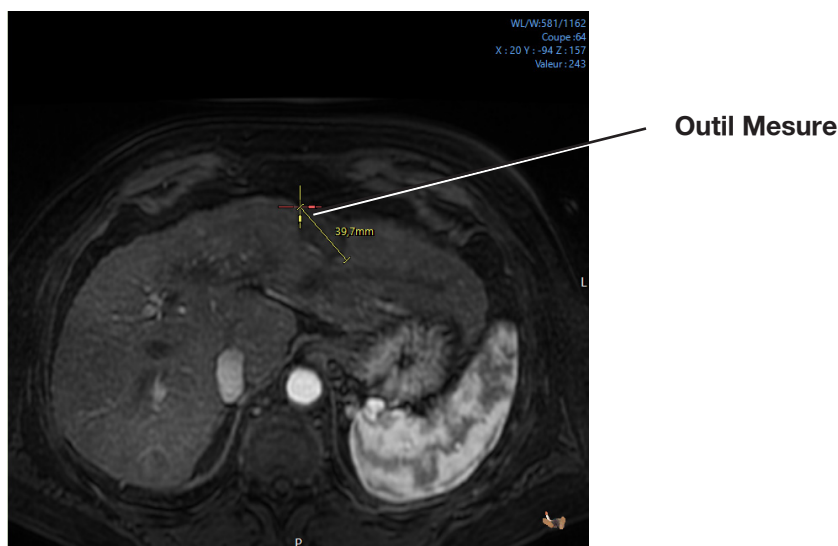

Figure A-6 : Utilisation de l'outil « Mesure ».
3. Déplacer le pointeur de l'outil jusqu'au point de fin souhaité et relâcher le bouton de la souris. La ligne s'affiche avec la mesure indiquée en millimètres (voir Figure A-6).